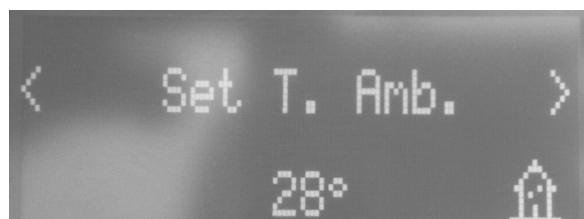

Fig. 5 - Écran
- Si la valeur de la température ambiante dépasse la limite établie à partir du clavier lors du réglage de la température, la puissance calorifique est portée au minimum en affichant la **flamme petite** (voir Fig. 5). Lorsque la température ambiante retourne au-dessous de la température configurée, le poêle retourne à la puissance configurée.
Conf T. Amb - cette fonction permet de configurer la température que l'on souhaite atteindre dans le lieu où le poêle est installé pour un maximum de 5°C à un maximum de 35°C. Lorsque cette condition est réalisée, le poêle se met dans un état correspondant aux valeurs minimales de consommation (flamme et vitesse du ventilateur d'air chaud au minimum) pour reprendre ensuite les valeurs configurées quand la température ambiante descend au-dessous du seuil configuré (voir **Fig. 5**).